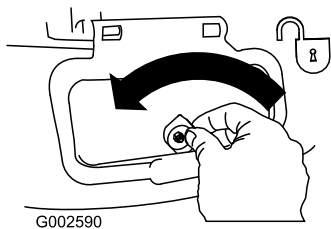

Figura 33
1. Sbloccate lo sportello di scarico laterale (Figura 33).